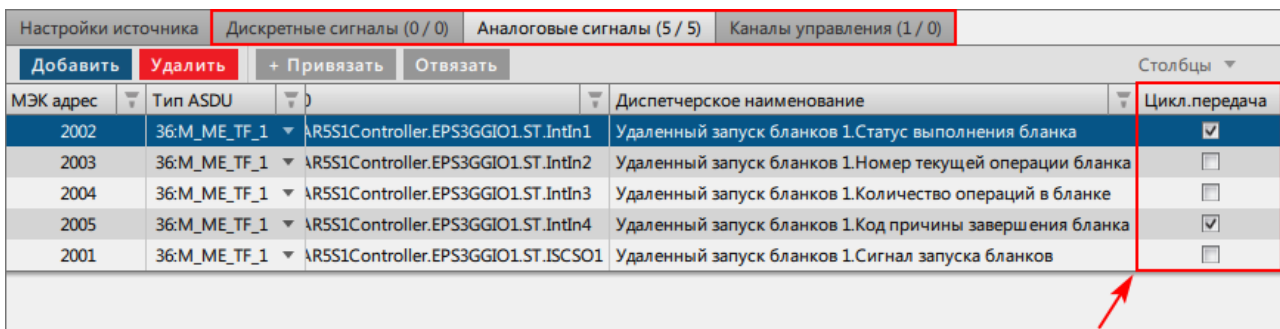

Рисунок 256 - Назначение циклической передачи
- Во вкладках **Дискретные сигналы**, **Аналоговые сигналы** и **Каналы Управления** заполните чекбоксы для сигналов, которым нужно назначить интервал передачи (Рисунок 256).